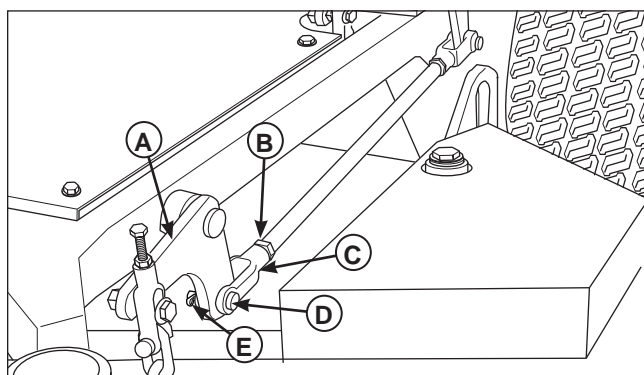

Figura 27. Ajuste de la horquilla de la barra elevadora
7. Consulte la figura 27. Para ajustar las barras elevadoras, será necesario ajustar las horquillas de acero de 1/2-20 (C, figura 27). Suelte la contratuerca de 1/2-20 (B) que sujeta la horquilla. Retire el pasador de aletas (E) y el pasador de horquilla (D) que están conectados al pivote de elevación de la plataforma delantera (A). Gire la horquilla para ajustar el largo de la barra. Vuelva a instalar el pasador de horquilla y la horquilla. Apriete la contratuerca de 1/2-20. Mida y registre la distancia entre los pivotes de elevación y los pivotes de la barra. Repita el proceso hasta que las medidas sean iguales.